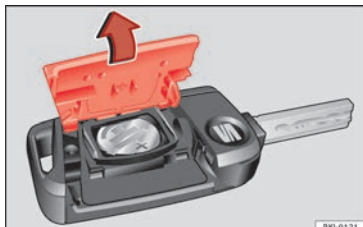

Abb. 137 Fahrzeugschlüssel: Deckel des Batterie-fachs öffnen.
- Abdeckung auf der Rückseite des Fahrzeugschlüssels » Abb. 137 in Pfeilrichtung abnehmen » ❶.
- Abdeckung wie gezeigt ansetzen » Abb. 137 und entgegen der Pfeilrichtung auf das Fahrzeugschlüsselgehäuse drücken, bis sie einrastet.
❶ VORSICHT